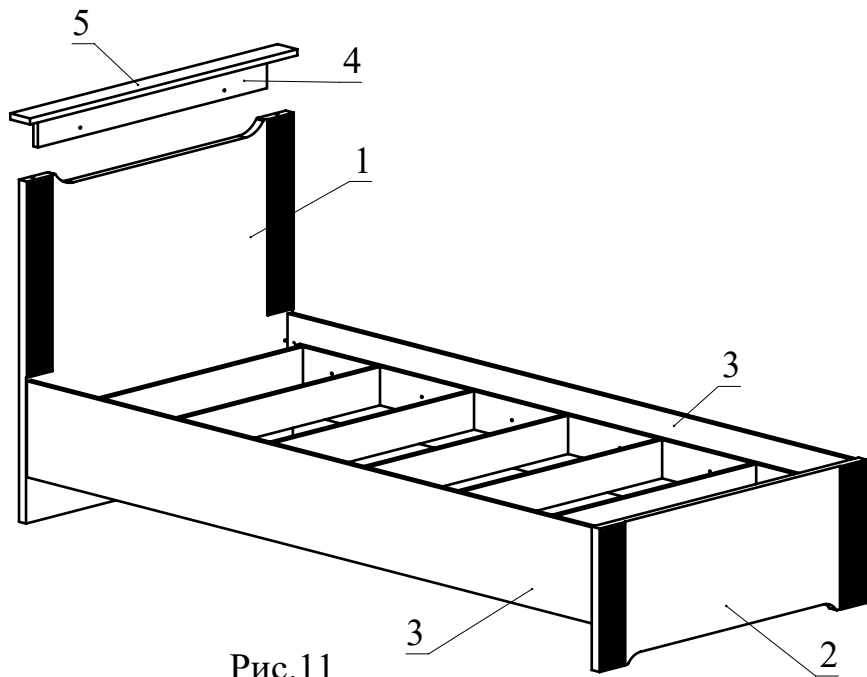

Рис.11
11. Установите полученную сборку на деталь 1 и затяните головки минификсов (Рис. 11). Деталь 4 с деталью 5 соедините при помощи шурупов 4x30.